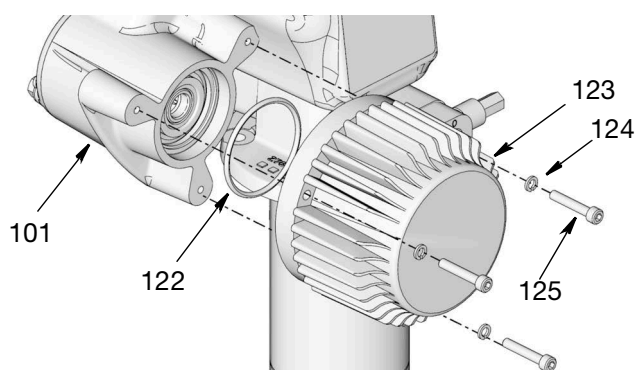

Рис. 22
8. Проконтролируйте визуально положение штока первичной заливки насоса (215) и плунжера всасывающего ковша (216) внутри цилиндра всасывающего ковша (208) (см. раздел «Детали и узлы насоса», стр. 39). Если плунжер не находится в самом нижнем положении внутри цилиндра:
- Выкрутите винты (125) и удалите шайбы (124), крепящие электродвигатель (123) к корпусу редуктора (101) (Рис. 22).
- Убедитесь, что уплотнительное кольцо (122) находится по-прежнему на своем месте и правильно посажено в электродвигатель (123) (Рис. 22).
- Установите обратно электродвигатель (123) на корпус редуктора (101) с помощью винтов (125) и шайб (124). Используйте гаечный ключ для надежной затяжки винтов. Затяните с усилием 12 - 14 футов на фунт (16 - 19 Н·м) (Рис. 22).